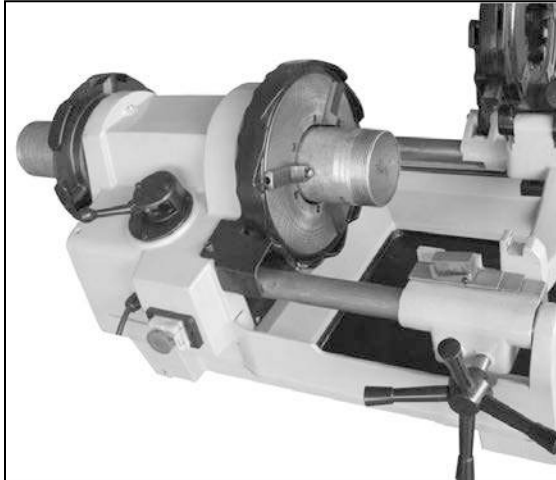

Рис. 1
3. Вставьте трубу в резьбонарезной станок так, чтобы конец, предназначенный для обработки, либо метка отреза трубы оказались на расстоянии 5 сантиметров от зажимов переднего зажимного патрона (Рис. 1).
2. Установите ручку переключения передач на 36 об/мин. (Рисунок 1).